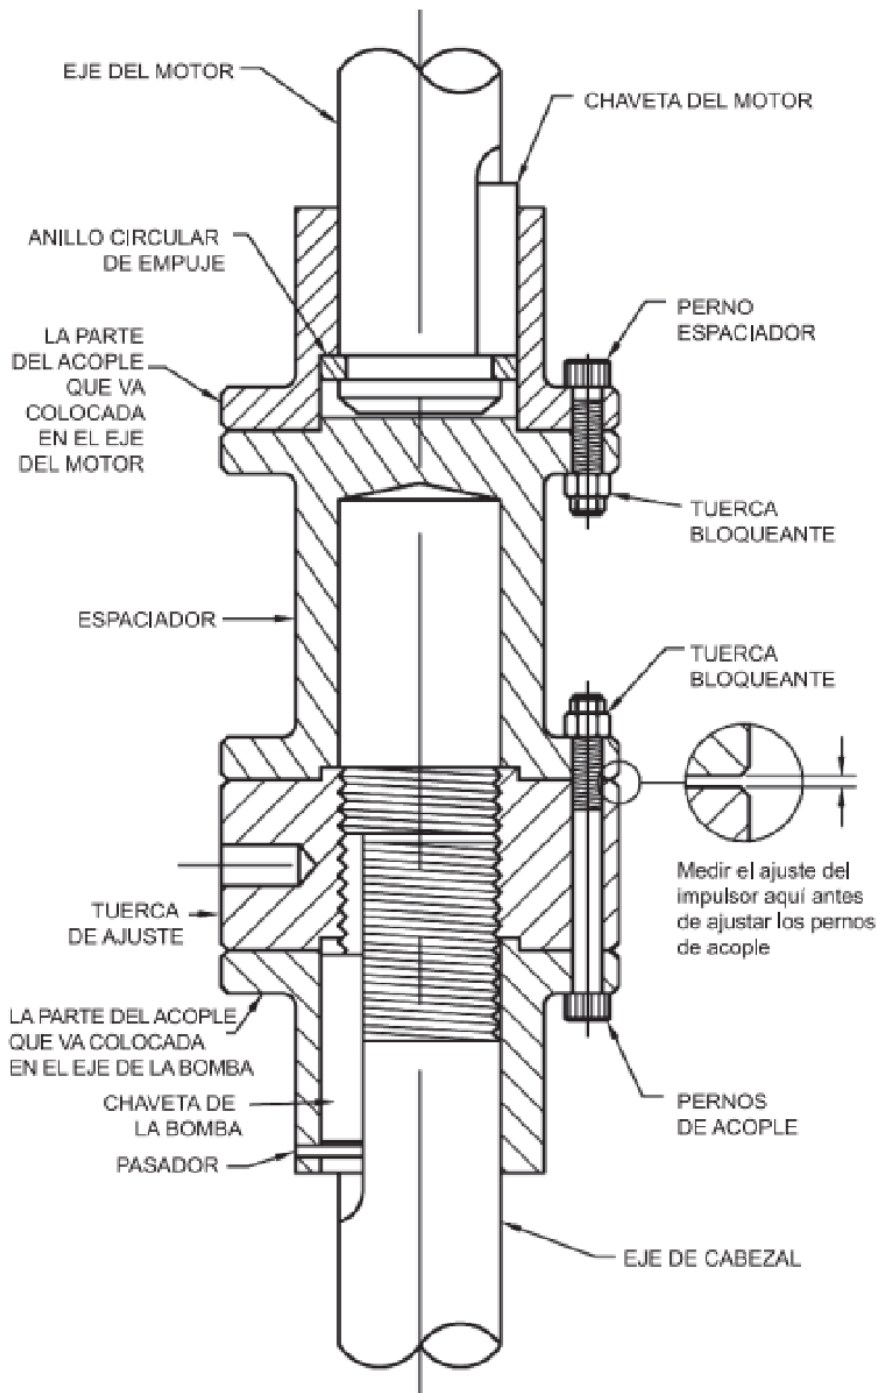

Figura III-6. Acople Bridado Ajustable
2. Enroscar la tuerca de ajuste hasta que el ajuste correcto del impulsor pueda medirse según se describe en el párrafo III-6 entre la tuerca de ajuste y el espaciador o la parte del acople que va colocada en el eje del motor, como se ilustra en la Figura III-6.